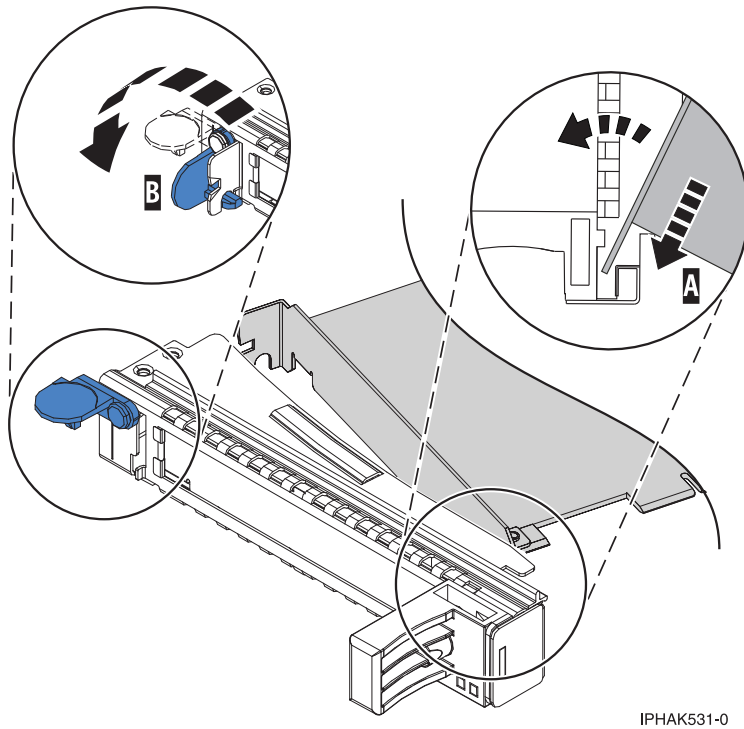

図 31. シングル幅 PCI アダプター・カセットから取り外されたアダプター
- テール・ストック・クランプをオープン位置にして、アダプターをテール・ストック保持溝 **A** にしっかりと挿入する。 43 ページの図 31 を参照してください。
- c. テール・ストック・クランプ (B) を閉じる。 図 31を参照してください。